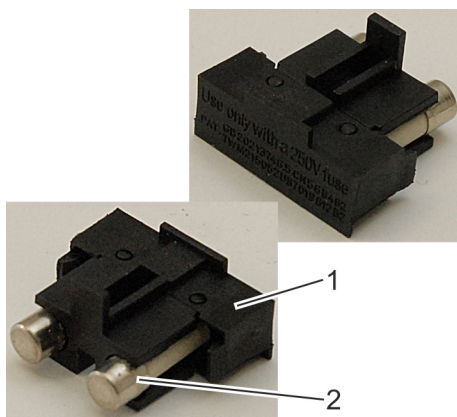

Abb. 23: Gerätesicherungen mit Sicherungshalter
3. Defekte Gerätesicherung (Abb. 23/2) aus Sicherungshalter (Abb. 23/1) entnehmen.